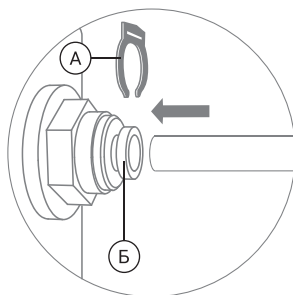

Рис. 3
1. Отсоедините стопорную клипсу (А), затем вставьте до упора в фитинг трубку, продвигая ее через цанговое кольцо (Б). Для герметизации соединения приложите дополнительное усилие, при этом трубка утопится еще примерно на 3 мм и будет плотно обжата резиновым кольцом (рис. 3).